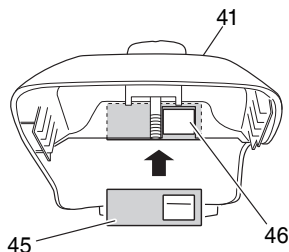

Fig. 40
Sistema de protección anti-congelado (Fig. 40, 41)
1. Cuando necesite utilizar el sistema anti-congelado, extraiga la cubierta del filtro de aire (41). Extraiga el obturador situado dentro de la cubierta del filtro de aire tirando de él (45) y vuelva a instalarlo en la posición de invierno girándolo a la posición intermedia. (Fig. 40) Esto permitirá que el aire caliente fluya desde la parte lateral del cilindro al compartimento del carburador a través de la abertura (46).